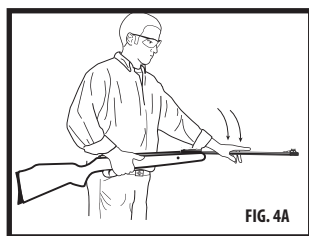

FIG. 4A
4. Con la palma de la mano, dele un golpe seco al extremo de la boca del cañón (Fig. 4A) para abrir la recámara.